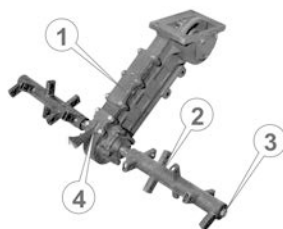

Рис. 4.2.
3. Наденьте ступицы (2) (см. рис. 4.2.) на вал редуктора (1) и затяните их гайками (3), навинтив их на шпильки. Установите рыхлитель под редукторный и затяните его болтами с ЗиП.